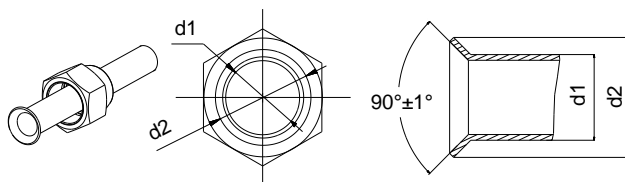

Рис. 11
- (1) Обрежьте трубу труборезом и удалите заусенцы римером.
- (2) Во время работы направьте трубку отрезом вниз, чтобы предотвратить попадание мусора и обрезанных римером обрезков в трубку.
- (3) Снимите конусные гайки со штуцеров подключения наружного блока и со штуцеров внутреннего блока, или возьмите их из комплекта принадлежностей. Затем оденьте гайки на соединительные трубы и выполните вальцовку концов соединительных трубопроводов с помощью развальцовки.
- (4) Убедитесь, что конус в результате вальцовки получился ровный, с гладкой поверхностью, без трещин (рис. 11).